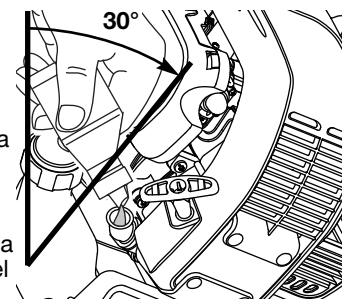

Fig. 11
3. Incline la unidad 30° (Fig. 11).
4. Vierta todo el contenido de la botella de aceite en el cigüeñal (Fig. 11).